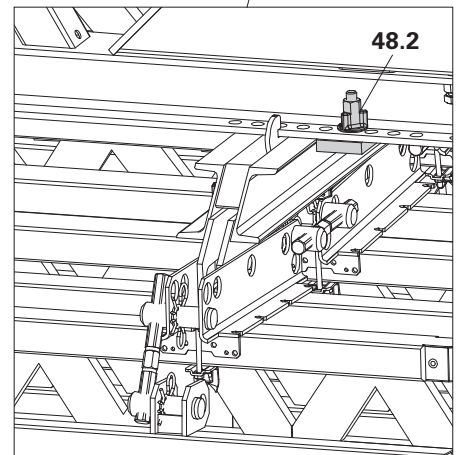
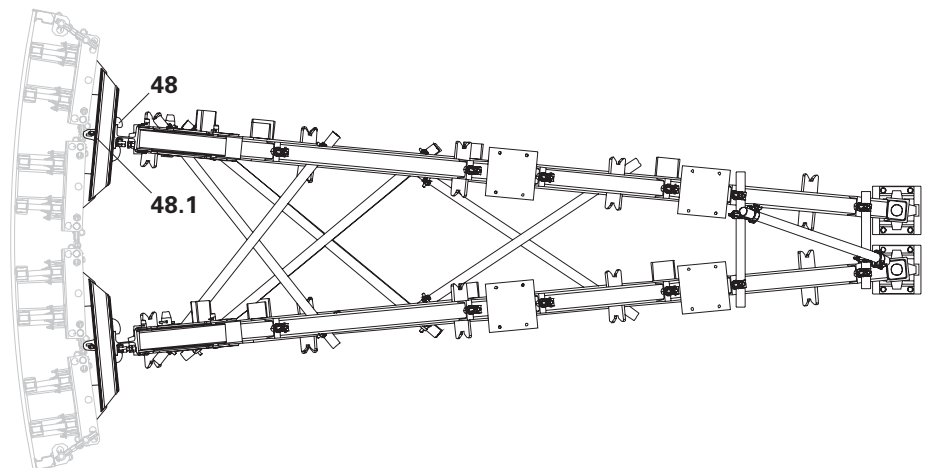

Fig. B1.01a
Fig. B1.02
2. Ubicar la escuadra con la grúa en las correas de distribución. La correa de distribución apoya contra el alojamiento para el encofrado (48.2). (Fig. B1.01a)
2. Posicionar la escuadra por detrás de las correas de distribución. La correa de distribución inferior apoya contra el alojamiento para el encofrado (48.2). (Fig. B1.01a)
3. Desplazar las abrazaderas correa (48) sobre los perfiles de las escuadras, insertar en las correas de distribución y fijar con cuña K (48.1).
5. Anclar las escuadras. (Fig. B1.02)